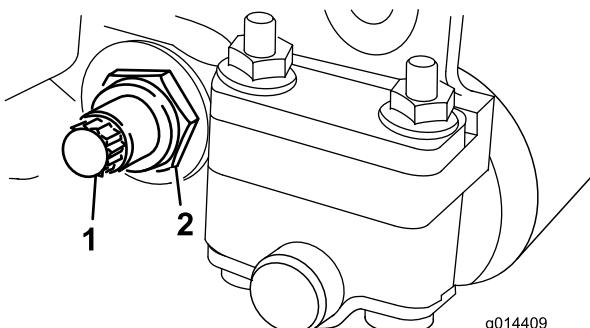
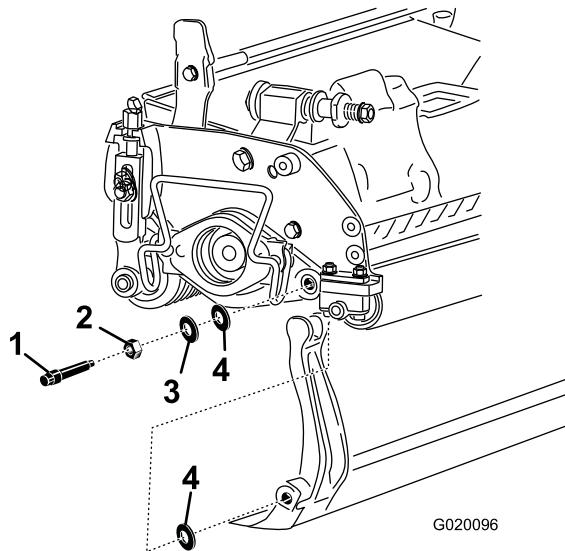

Рисунок 14
Рисунок 15
- С каждой стороны машины ослабьте контргайку, крепящую болт планки неподвижного ножа (Рисунок 14).
- Удалите все болты планки неподвижного ножа, потяните планку вниз и отсоедините ее от машинного болта (Рисунок 14). На каждом конце планки неподвижного ножа должно быть по две нейлоновых шайбы и одна шайба из штампованной стали (Рисунок 15).
- Прикрепите планку неподвижного ножа к боковым пластинам с помощью двух болтов планки неподвижного ножа, контргаек (гаек на болтах) и 6 шайб. Установите нейлоновую шайбу с каждой стороны втулки боковой пластины. Установите стальные шайбы поверх нейлоновых на внешних сторонах пластин (Рисунок 15).
- Затяните контргайки одинаково с обеих сторон до такой степени, чтобы стальные шайбы нельзя было провернуть вручную (Рисунок 15).